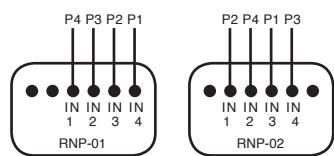

Abb. 1
- Die Tastenummerierung der Sender RNP-01/RNP-02 ist auf der Abb.1 vorgestellt – Programmieren wie bei P-257/4 und RNK-04.